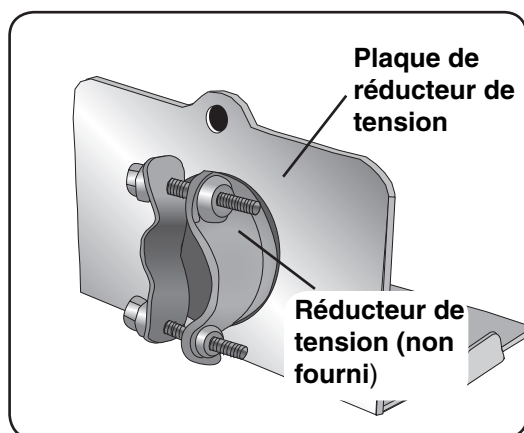

Figure 29
- 1 Retirer la plaque de réducteur de tension et installer un réducteur de tension (non fourni) sur l'ouverture de la plaque de réducteur de tension. **REMARQUE :** Orienter le réducteur de tension comme à la figure 29.